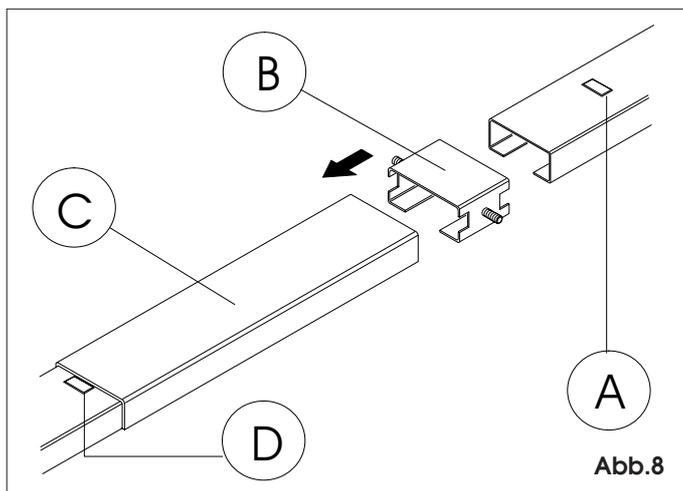
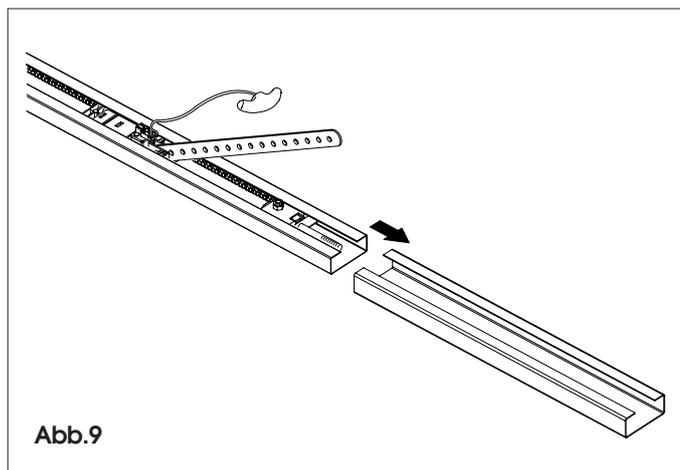
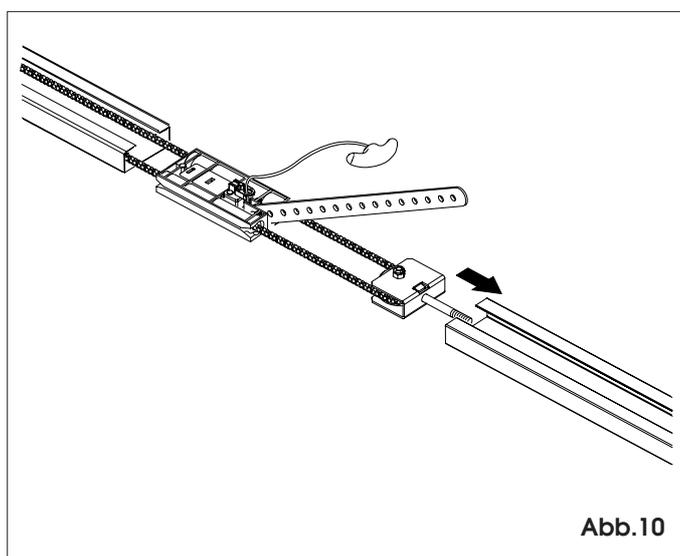

Abb.8
Abb.9
Abb.10
6.2 Für den Operator 625, 1225 und 1231 ist es ratsam, die eigene Optionsführung (Abb.8 Bez.B) zu verwenden, die in den Zentralschlitten (Abb. 8 Bez.C) einzuführen ist.
6.3 Den Längsträger mit der Kette in den Zentralschlitten (Abb.9) einschieben) bis zum Metallanschlag (Abb.8 Bez.D) einschieben.
6.4 In die vorher zusammengebaute Gruppe einen neuen Längsträger (Abb.10) einfügen, wobei zu prüfen ist, dass der Metallanschlag von Abb.8 Bez.A mit dem Zentralschlitten in Berührung kommt.